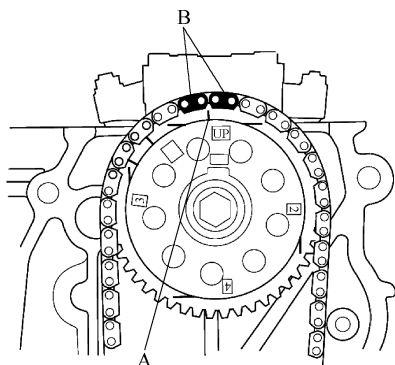

图 2-76 指针对准两个涂色链节的中间
6) L13Z1 发动机:将凸轮链条安装到凸轮轴链轮上,使指针(A)对准两个涂色链节(B)的中间,如图 2-76 所示。